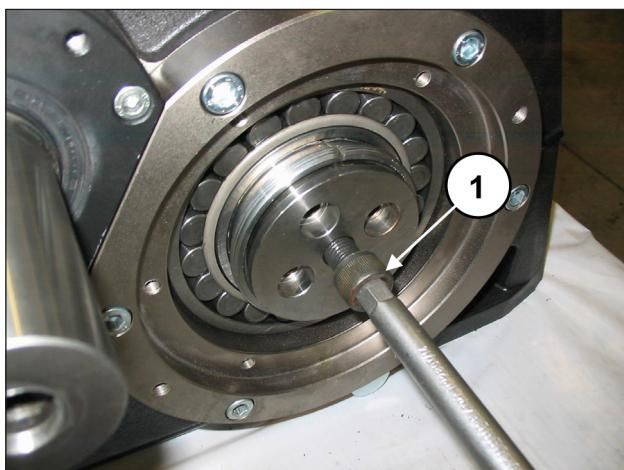

Fig. 79
Aplique um parafuso M16 de comprimento adequado (35-40 mm) no furo M16 do eixo de manivela e aperte até apoiar o flange contra a bússola (pos. ①, Fig. 79). Não aperte o parafuso.